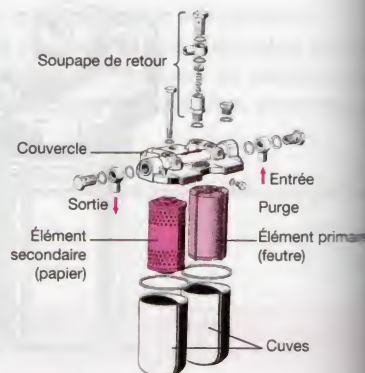

Figure 20.5. Vue éclatée d'un filtre double
- des éléments situés à l'intérieur d'une cuve opaque en métal ou en verre (fig. 20.5)